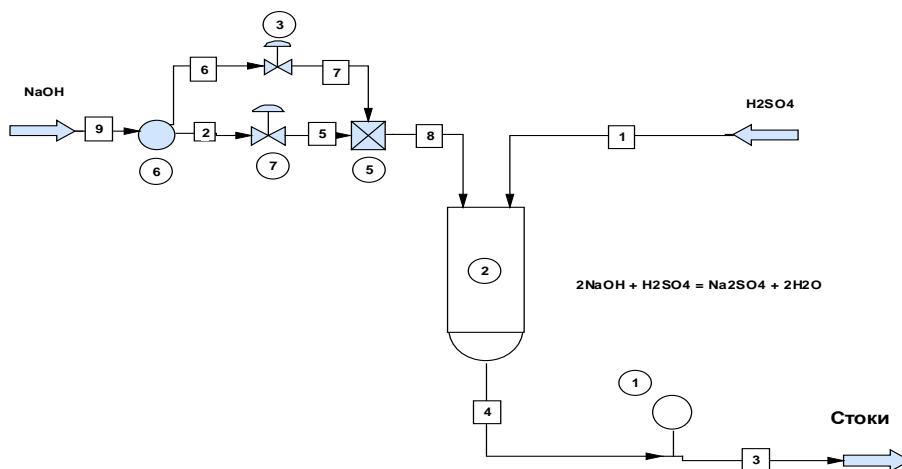

Рис. 1 – Схема нейтралізації кислотних стоків на базі стехіометричного реактора
3. Побудувати технологічну схему відповідно до з рис. 1. Ввести роботу моделі в статичний режим: **Run/Convergence/SteadyState**.